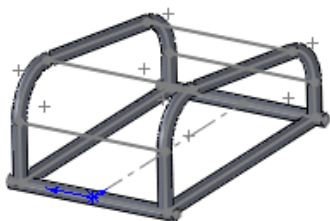

图 16-15 添加的管道结构构件
②拾取底面的线条添加管道结构构件,结果如图 16-15 所示。